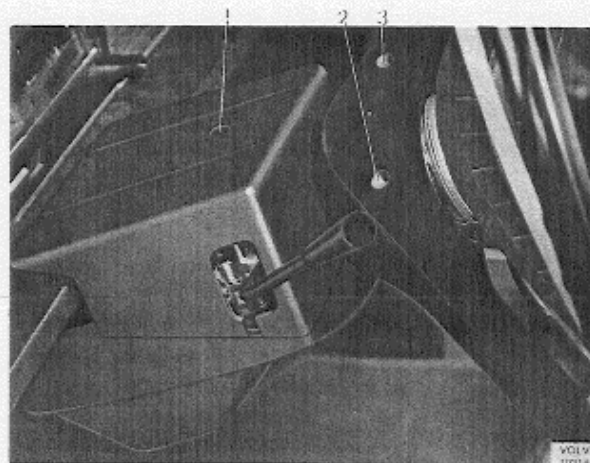

Abb. 66 Befestigungsschrauben im Bereich der Lenksäule. Ausf. bis einschl. 1971
1. Befestigungsschraube (1, Abb. 66) für Oberteil des Blinkschaltergehäuses und die drei Befestigungsschrauben für das Unterteil entfernen. Blinkschaltergehäuse abheben.
druckring müssen mit den Gewindebohrungen für die Befestigungsschrauben übereinstimmen. Schrauben (2 u. 3, Abb. 66) eindrehen. Funktion des Signalhorns überprüfen.